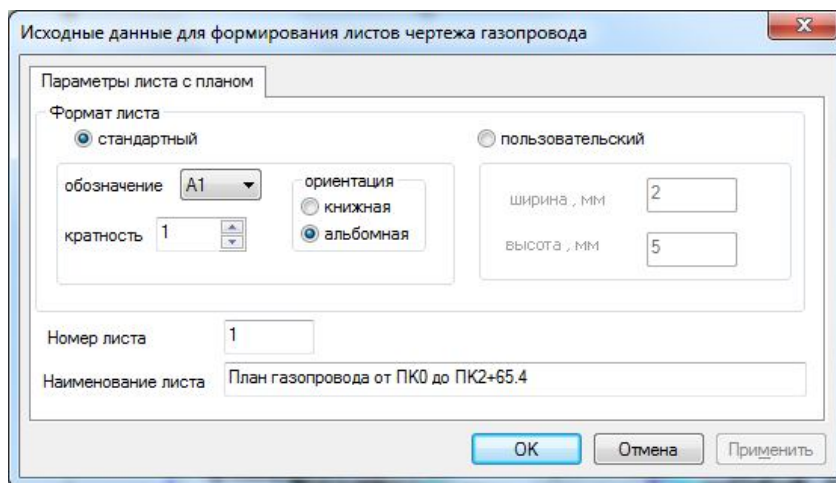

Рис.48
3. Выбрать нужный прямоугольник и в появившемся диалоговом окне **“Параметры листа с планом”** (рис.48) задать необходимые параметры.
- **параметры листа с профилем** (см. рис.48).